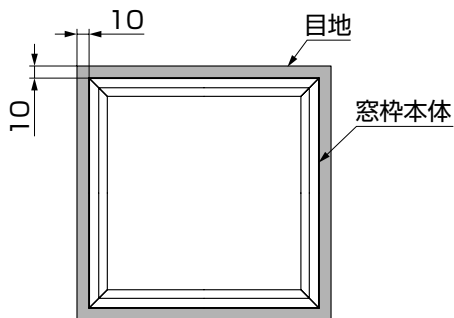
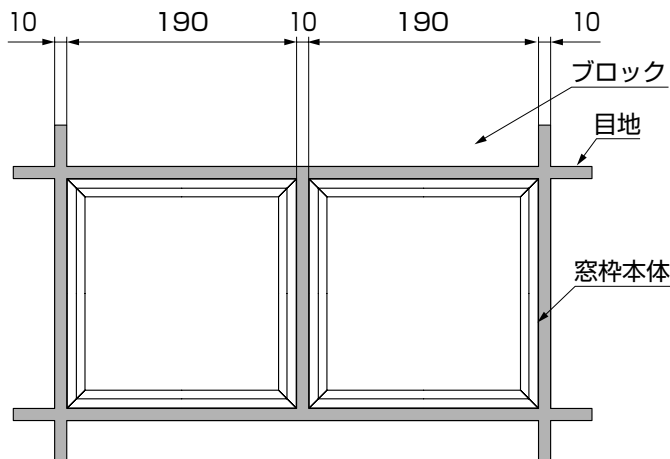

図2-1 単独の場合
図2-2 横平列の場合
①窓枠を取付けるための孔を確保してください。（図2-1，図2-2参照）